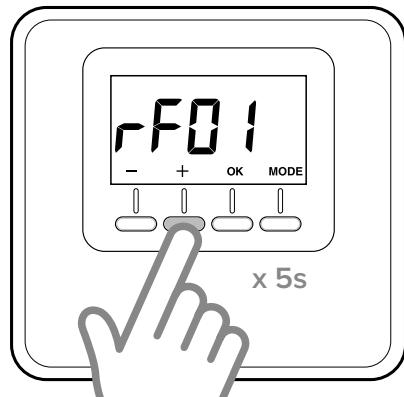

Abb. 18
- Erneut die Taste „+“ 5 Sekunden lang drücken, um zu den technischen Parametern zu gelangen. Das Display zeigt den Parameter „rFO1“ (Abb. 18).